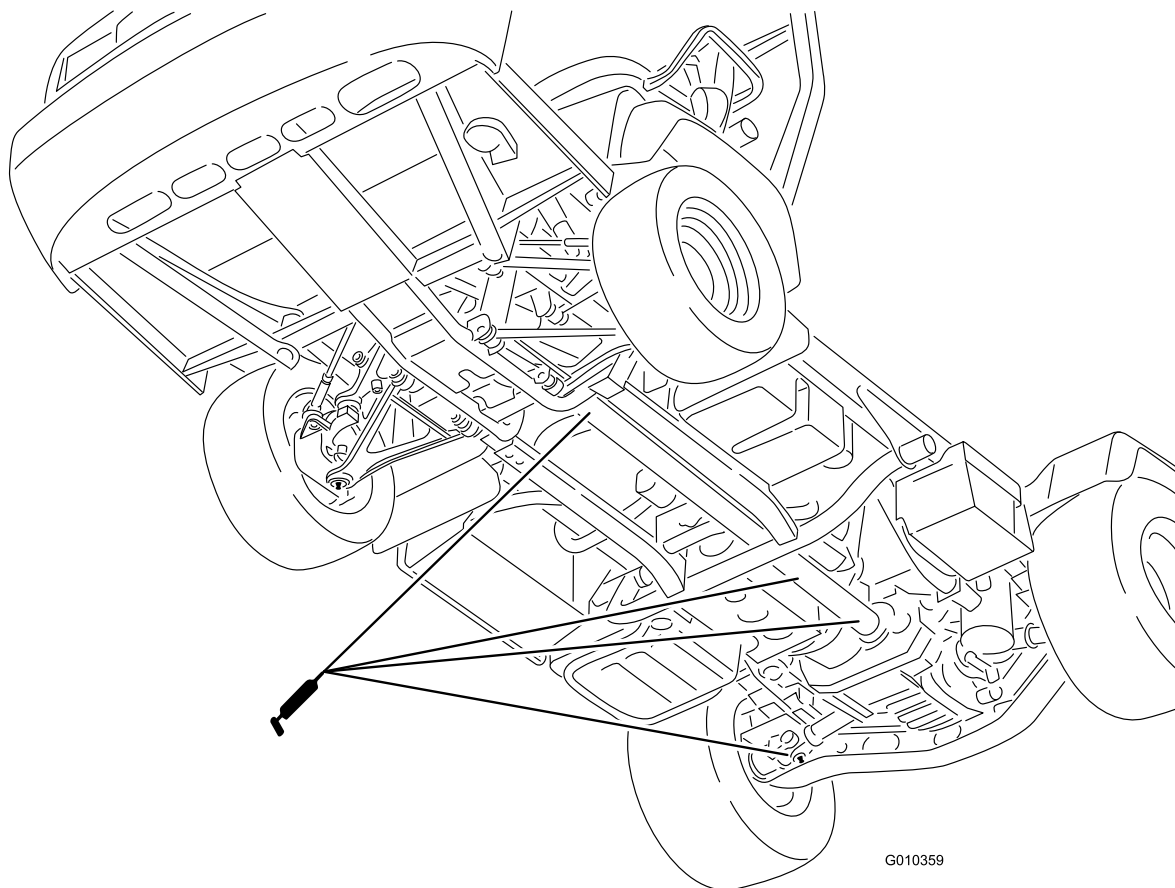

Figure 32
- **Joint de cardan (18);** voir Figure 32
- **Arbre de transmission 4 roues motrices (3);** voir Figure 32